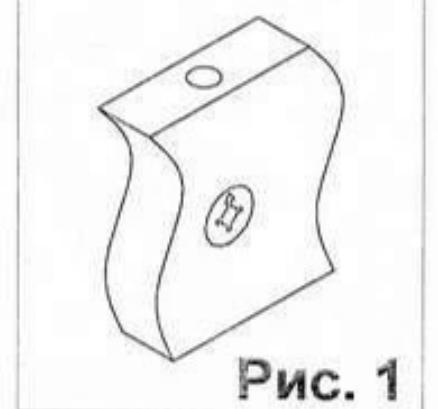

Рис. 1
Взять стенку заднюю выдвижного ящика Ф1 и забить в соответствующие отверстия шанты (1). Соединить боковины ящика Ф4 и Ф5 с задней стенкой Ф1. Фиксацию производить при помощи евровинтов (14). Далее положить каркас ящика на заднюю стенку Ф1 и забить шанты (1) в соответствующие торцевые отверстия на боковинах ящика, Ф4 и Ф5 и вставить стяжки растекс (12) (см.рис.1). После этого вставить дно ящика Ф6 в пазы на каркасе ящика, таким образом, чтобы дно ящика Ф6 вошло в паз на стенке задней ящика Ф1. Далее закрутить в переднюю панель ящика Ф3 в муфты дюбеля стяжек-растекс (4). Соединить переднюю панель ящика Ф3 с каркасом . Фиксацию произвести путем поворота стяжки (12) по часовой стрелке. После этого положить ящик дном вверх и прокрутить ответные планки направляющих (7) к боковинам ящика Ф4 и Ф5 при помощи саморезов (5). Далее к передней панели Ф3 прикрепить ручку (9) . Аналогичным образом собрать остальные ящики. Вставить выдвижные ящики в каркас тумбы так, чтобы ответные планки направляющих (7) закрученные на боковинах ящиков вошли в направляющие (7) закрученные на боковинах стола К1 и К2..